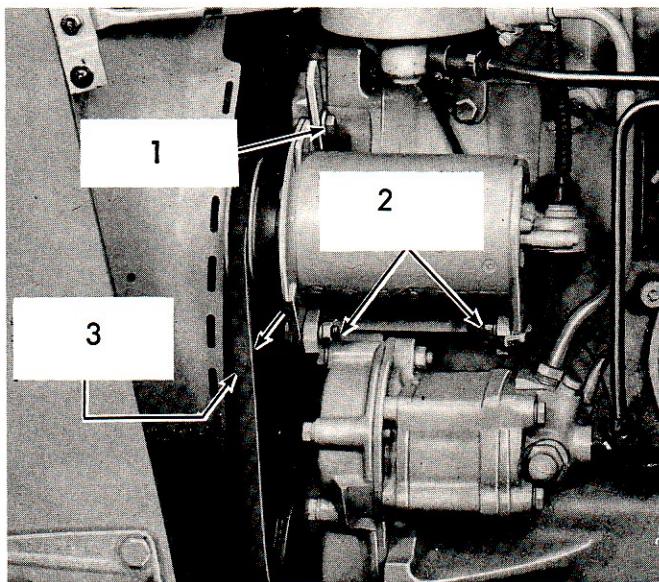

Fig. 10
1. Dévisser le câble du compte-tours du boîtier de commande. Voir Fig. 10.
1. Positionner la dynamo sur son support. Voir Fig. 10.